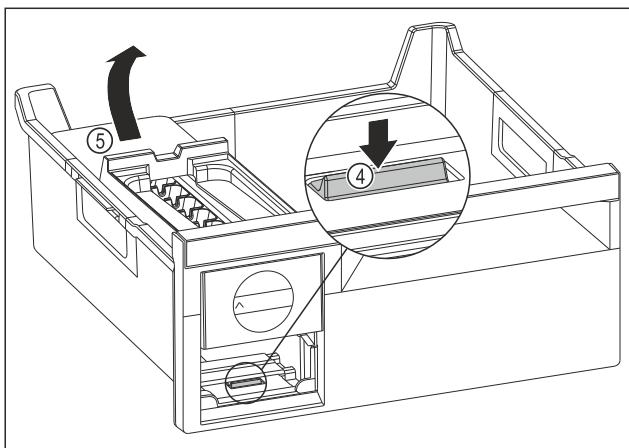

Fig. 76
- ▶ Fjern hoveddelen til EasyTwist-Ice: Trykk tappen Fig. 76 (4) ned med fingeren samtidig som hoveddelen til EasyTwist-Ice Fig. 76 (5) løftes opp fra baksiden med den andre hånden.